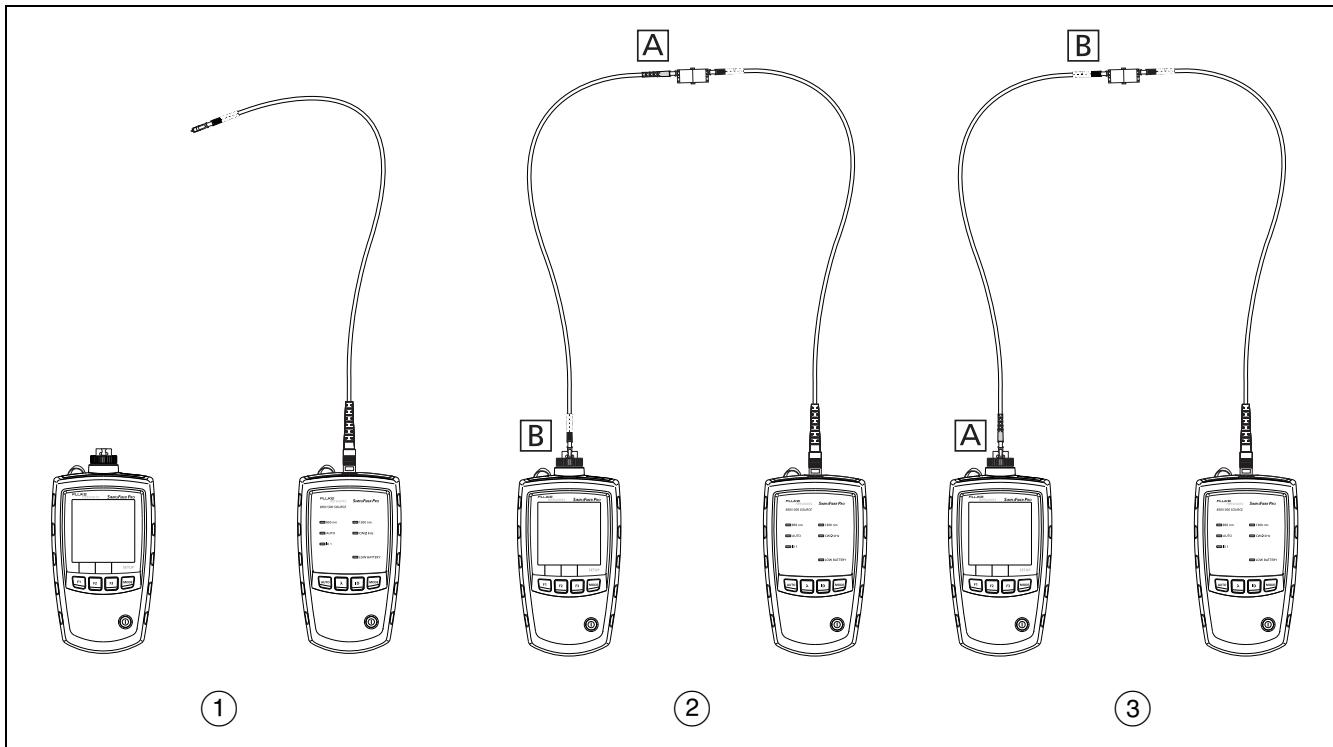

Abbildung A-3. Verbindungen zum Testen eines Testreferenzkabels
- 3-1 Das Testreferenzkabel vom Messgerät trennen (Abbildung A-3, ①).
- 3-2 Das zu testende Kabel anschließen (Abbildung A-3, ②).
- 3-7 Schließen Sie das Kabel in entgegengesetzter Richtung an (Abbildung A-3, ③). Wiederholen Sie anschließend die Schritte 3-6.